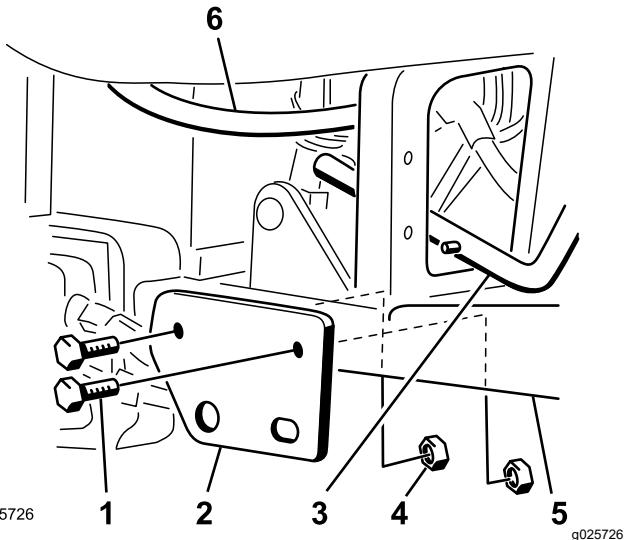

Bild 2
- Befestigen Sie die Befestigungshalterung des Vertikutierer-Hubhebels mit zwei Schrauben (1/2" x 3-1/4") und dünnen Sicherungsmuttern (1/2") an den rechten Fußplattformrohren, wie in **Bild 2** dargestellt.
**Hinweis:** Zwischen der Hydraulikleitung und dem Hubhebel muss ein Abstand von mindestens 3 mm bestehen. Ändern Sie ggf. die Verlegung der Hydraulikleitung (Bild 2).